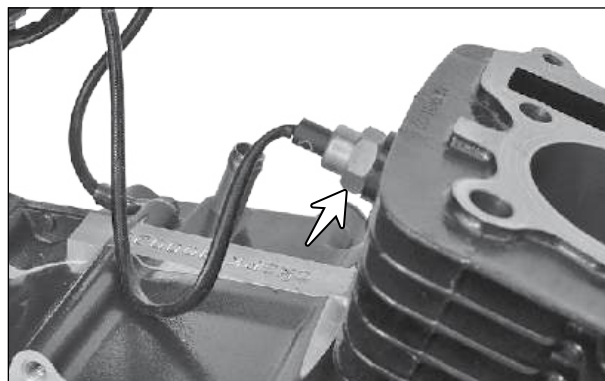

Fig. 3.85
- Solte o sensor térmico (seta) e remova-o do cilindro. (Fig. 3.85)